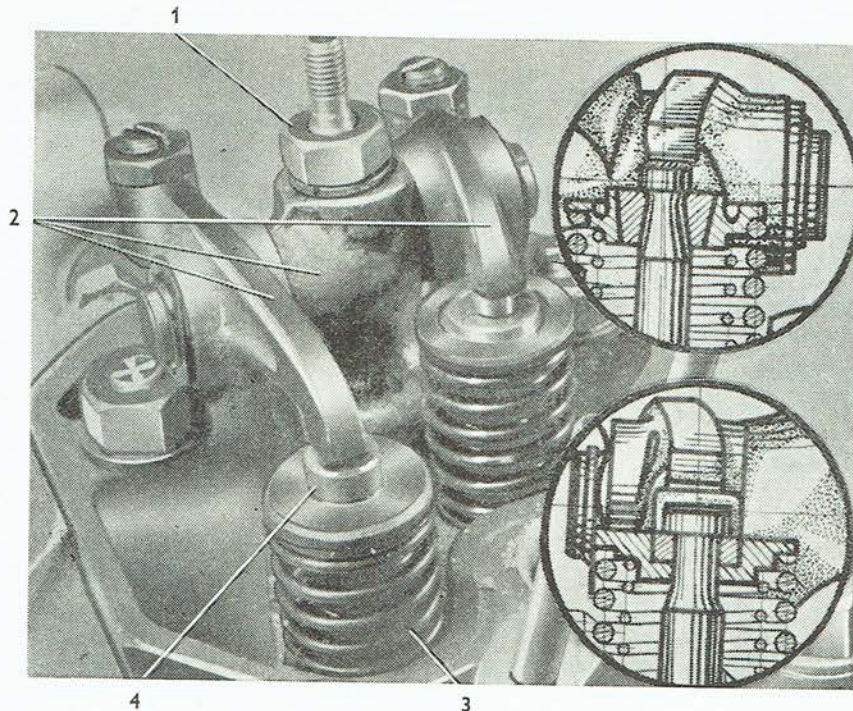

Abb. 43
5. Die kegelförmige Einlage (Abb. 43), am Auspuffventil die zylinderförmige Einlage ist aus der Federschale herauszunehmen, die Schale ist abzunehmen und die schafhafte Feder auszubauen.
2. Die Mutter M 12 (Abb. 43/1) ist zu lockern und der Kipphebelbock samt Kipphebel (Abb. 43/2) sind abzunehmen. Im Falle, dass der Kipphebelbock abmontiert werden muss, ist der äussere Sicherungsring abzunehmen, die Unterlagscheibe und die Kipphebel sind abzuziehen (der kürzere Kipphebel öffnet das Saugventil).
3. Bei Austausch der Ventildedern (Abb. 43/3) ist der Zylinderkolben am Zylinderkopf, bei dem der Austausch vorgenommen wird, im oberen Totpunkt einzustellen.